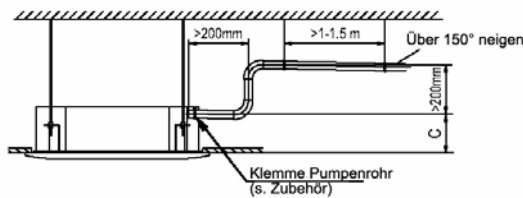

Abb. 29
Untersuchen Sie die alle Verbindungsstellen mit einem Leckprüfgerät oder Seifenwasser. (Siehe Abb. 29)
- Wenn der Ausgang des Abflussrohrs höher liegt als die Pumpenverbindung des Geräts, muss das Rohr möglichst senkrecht angeordnet werden. Außerdem muss der Hubabstand > 200 mm sein, weil sonst Wasser überläuft, wenn die Klimaanlage anhält. (Siehe Abb. 29)